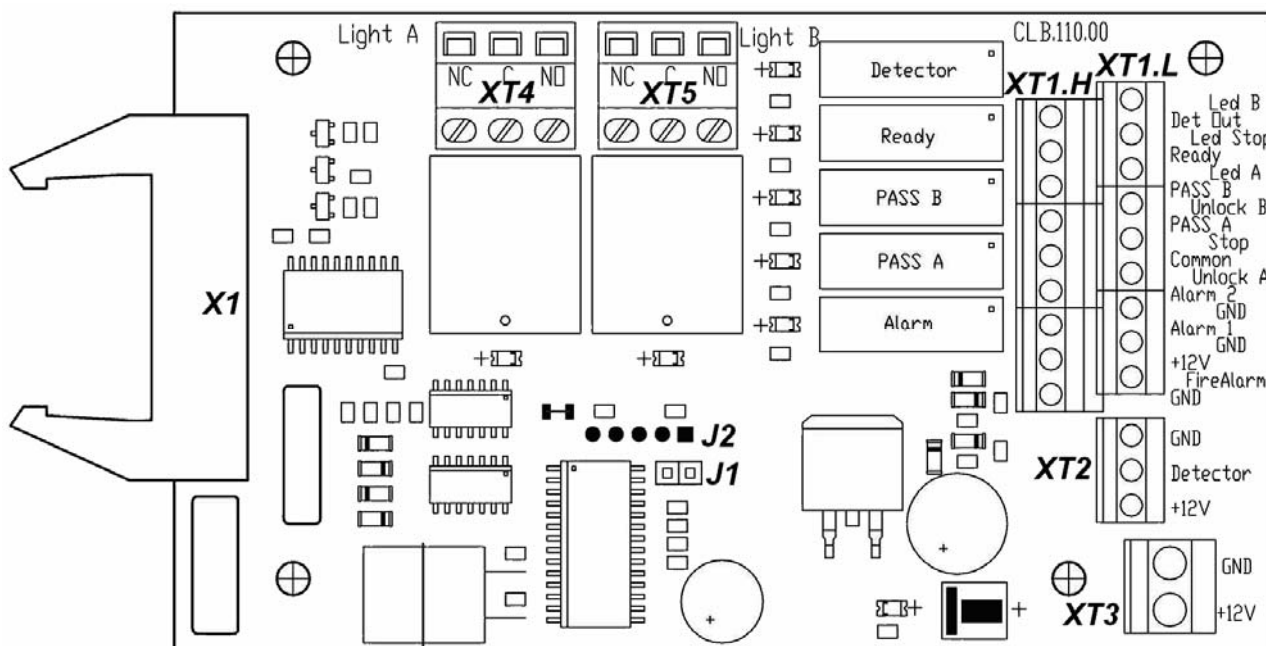

Рисунок 3. Внешний вид платы CLB
5.2.4 ПДУ выполнен в виде небольшого настольного прибора в корпусе из ударопрочного АБС пластика и предназначен для задания индикации режимов работы при ручном управлении турникетом. ПДУ подключается к плате CLB гибким многожильным кабелем (13) через клеммную колодку XT1.L (см. рисунок 3). На лицевой панели корпуса ПДУ расположены три кнопки для задания режимов работы турникета. Над кнопками расположены индикаторы. Средняя кнопка (далее по тексту – кнопка **STOP**) предназначена для переключения турникета в режим «*Запрет прохода*».
5.2.5 На плате CLB (см. рисунок 3) расположены:
5.4.3 Реле *PASS A* (контакты *PASS A* и *Common*), *PASS B* (контакты *PASS B* и *Common*), *Ready* (контакты *Ready* и *Common*), *Detector* (контакты *Det Out* и *Common*) и *Alarm* (контакты *Alarm 1* и *Alarm 2*) имеют нормально-разомкнутые контакты. При этом общий для этих реле контакт *Common* не соединен с минусом источника питания турникета. В исходном (неактивном) состоянии при включенном питании контакты реле *PASS A*, *PASS B*, *Ready* и *Detector* замкнуты (на обмотку реле подано напряжение), а контакты реле *Alarm* разомкнуты (напряжение на обмотку реле не подано). Факт срабатывания / отпущения реле *PASS A*, *PASS B*, *Ready*, *Detector* и *Alarm* можно определить по загоранию / гашению красных индикаторов, которые установлены вблизи указанных реле (см. рисунок 3).